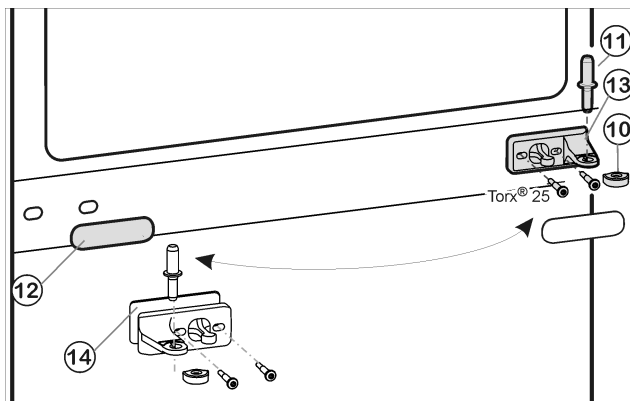
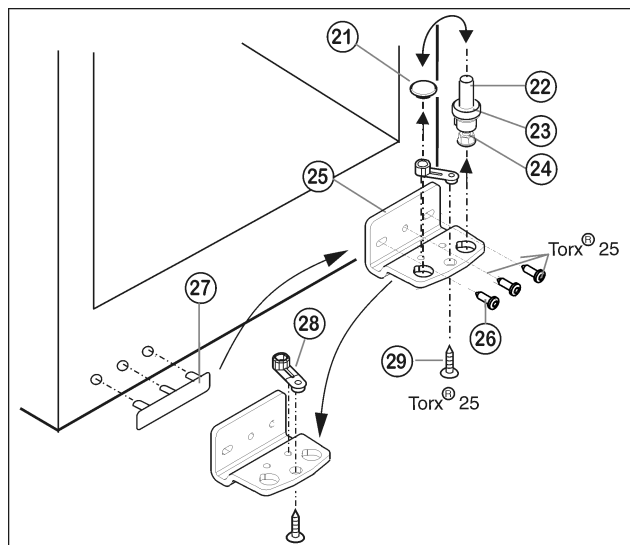

Fig. 5
Fig. 6
- Prostřední ložiskový čep Fig. 5 (11) vytáhněte ze stojanu ložiska a spodních dveří.
- Plastovou čepičku Fig. 5 (10) stáhněte.
- Stojan ložiska uprostřed Fig. 5 (13) odšroubujte (2 krát Torx® 25).
- Krytku Fig. 5 (12) opatrně stáhněte.
- Prostřední stojan ložiska Fig. 5 (13) s podložkou Fig. 5 (14) přišroubujte otočený o 180° na novou stranu závěsu (s 4 Nm).
- Krytku Fig. 5 (12) otočenou o 180° zasuňte na nové straně madla.
- Ložiskový čep Fig. 6 (22) včetně podložky Fig. 6 (23) a seřizovací nožky Fig. 6 (24) vytáhněte nahoru.
- Zátku Fig. 6 (21) odstraňte.
- Stojan ložiska Fig. 6 (25) odšroubujte Fig. 6 (26).
- Ložiskový díl Fig. 6 (28) odšroubujte Fig. 6 (29) a přemístěte jej do protilehlého upínacího otvoru stojanu ložiska, pak ho znovu pevně přišroubujte.
- Krytku na straně madla Fig. 6 (27) opatrně vytáhněte a přemístěte na druhou stranu.
- Stojan ložiska Fig. 6 (25) na nové straně závěsu zase přišroubujte příp. pomocí akumulátorového šroubováku (momentem 4 Nm).
- Zátku Fig. 6 (21) zase vložte do druhé díry.
- Ložiskový čep Fig. 6 (22) včetně podložky a seřizovací nožky zase nasadte. Přitom dávejte pozor, aby zajišťovací vačka směřovala dozadu.
- Spodní dveře nasadíte shora na spodní ložiskový čep Fig. 6 (22).
- Plastovou krytku Fig. 5 (10) nasadíte zase na prostřední stojan ložiska Fig. 5 (13).
- Prostřední ložiskový čep Fig. 5 (11) vložte přes prostřední pouzdro ložiska Fig. 5 (13) do spodních dveří na nové straně závěsu.
- Horní dvířka usadíte na prostředním ložiskovém čepu Fig. 5 (11).
- Dveře případně pomocí obou podélných děr ve spodním stojanu ložiska Fig. 6 (25) a v prostředním stojanu ložiska Fig. 5 (13) vyrovnáte tak, aby lícovaly. Vyšroubujte prostřední šroub na stojanu ložiska dole Fig. 6 (25).